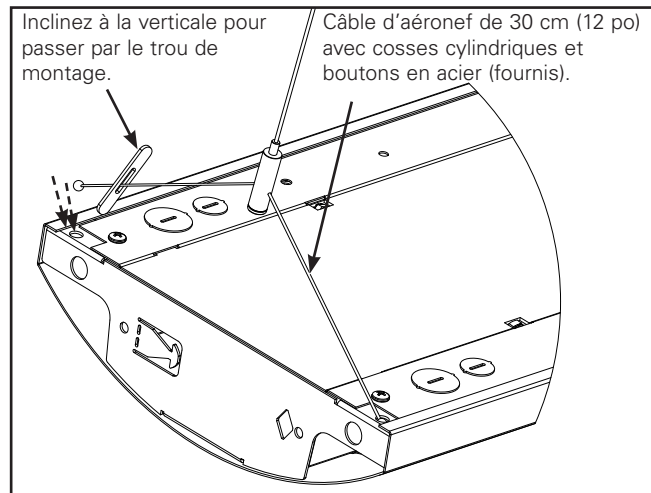

Figure 1.
1. Insérez la cosse cylindrique dans le trou de coin. (Figure 1).